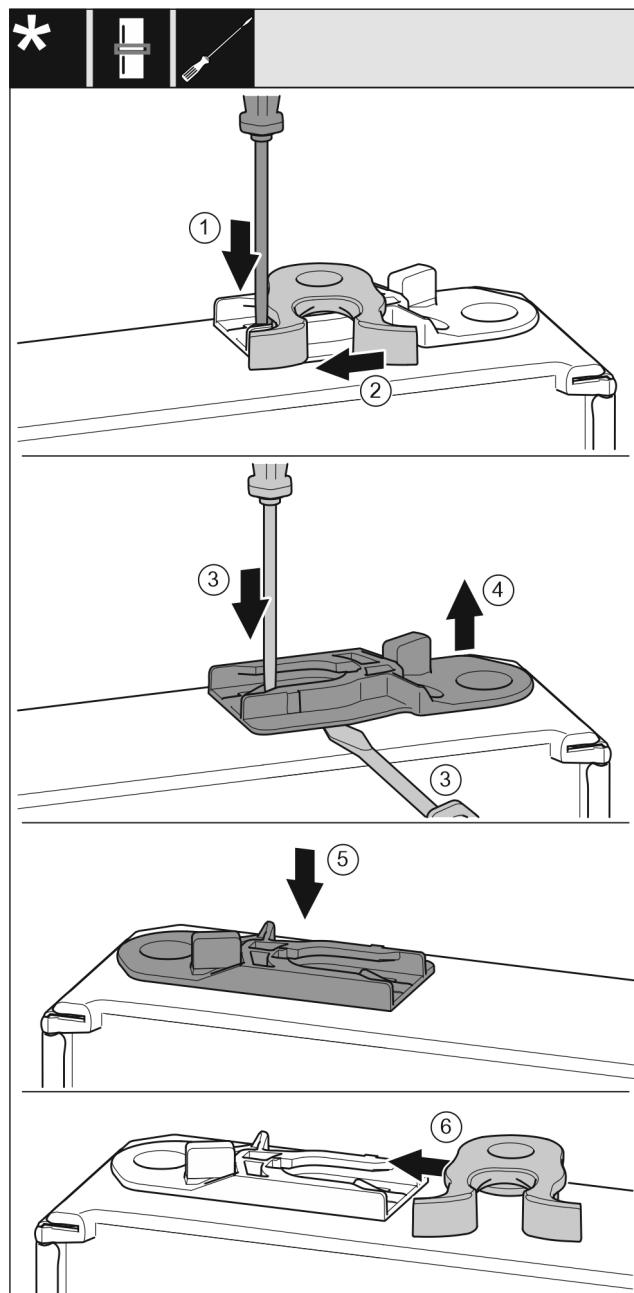

Fig. 17
- Ravnim odvijačem pritisnite jezičac prema dolje. Fig. 17 (1)
- Izvucite kuku za zatvaranje iz vodilice. Fig. 17 (2)
- Izvucite čahuru za vođenje: Ravnim odvijačem pritisnite jezičac i istovremeno umetnите ravni odvijač ispod čahure za vođenje. Fig. 17 (3, 4)
- Gurnite čahuru za vođenje koja je uključena u isporuku na drugoj strani uređaja. Fig. 17 (5)
- Gurnite kuku za zatvaranje u vodilicu. Fig. 17 (6)